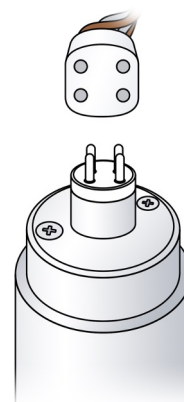

Fig. 3
- Rimuovere il coperchio di accesso laterale (ruotare la vite di 90° in senso orario o antiorario). (Fig. 3)
- COLLEGARE il connettore della lampada all'estremità della lampada UV assicurandosi che il connettore sia allineato correttamente con i perni (fare riferimento alla Fig. 3 nella pagina precedente)